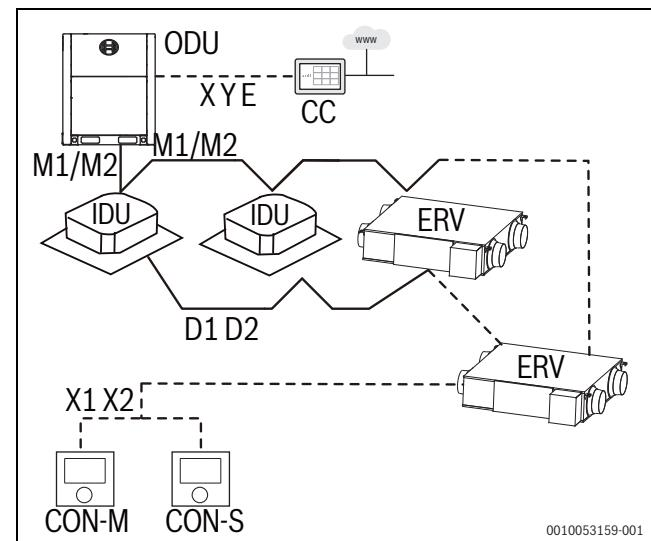

Fig. 18 Múltiplas unidades ERV com uma ou mais unidades interiores
- Grupo até 16 unidades ERV ou unidades interiores comuns combinadas controladas por um ou dois controladores (master/slave) (→ fig. 18).